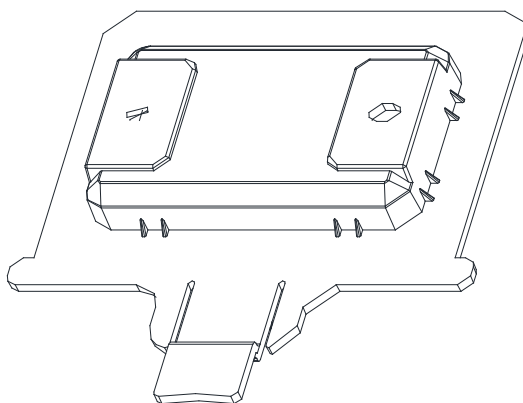
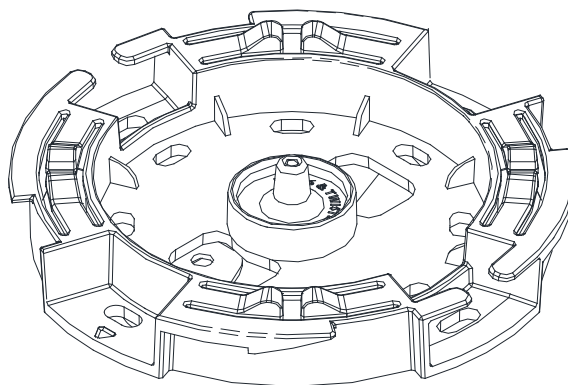

図 4-1 W220、W440 ブラケット外観
図 4-2 W222 ブラケット外観
- (1) 各無線 LAN アクセスポイントに標準添付されているブラケットを準備する (W220、W440 ブラケットの外観は図 4-1、W222 ブラケットの外観は図 4-2)。KKM-W-TOKT への取り付けはブラケットのみを使用する (ブラケットに付属している T レール金具、ネジ類は使用しない)。ブラケットの詳細は各無線 LAN アクセスポイントの標準製作仕様書を参照のこと。